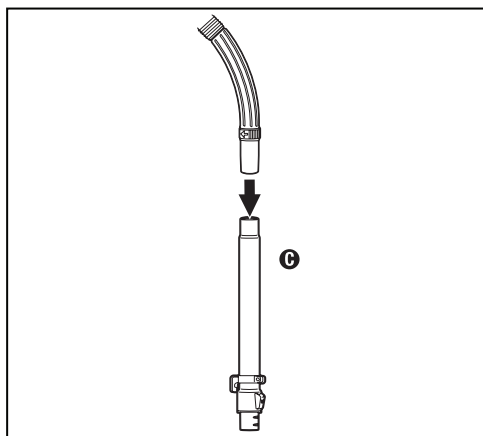

Fig.2
**Étape 2:** Fixez les tubes **C** ou **D** à la poignée du tuyau (Fig. 2).